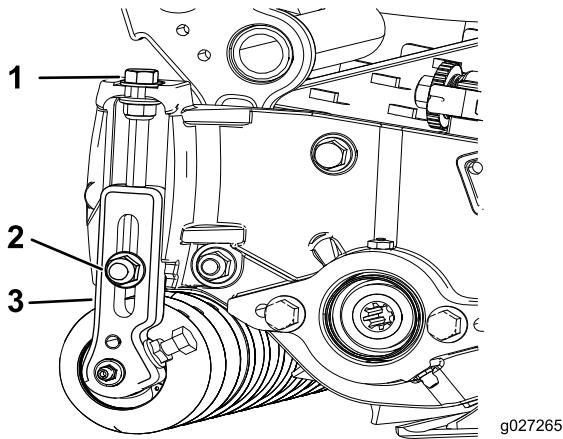

Bild 15
1. Lösen Sie die Sicherungsmuttern, mit denen die Schnitthöhenhalterungen an den Seitenplatten der Schneideeinheit befestigt sind (Bild 15).